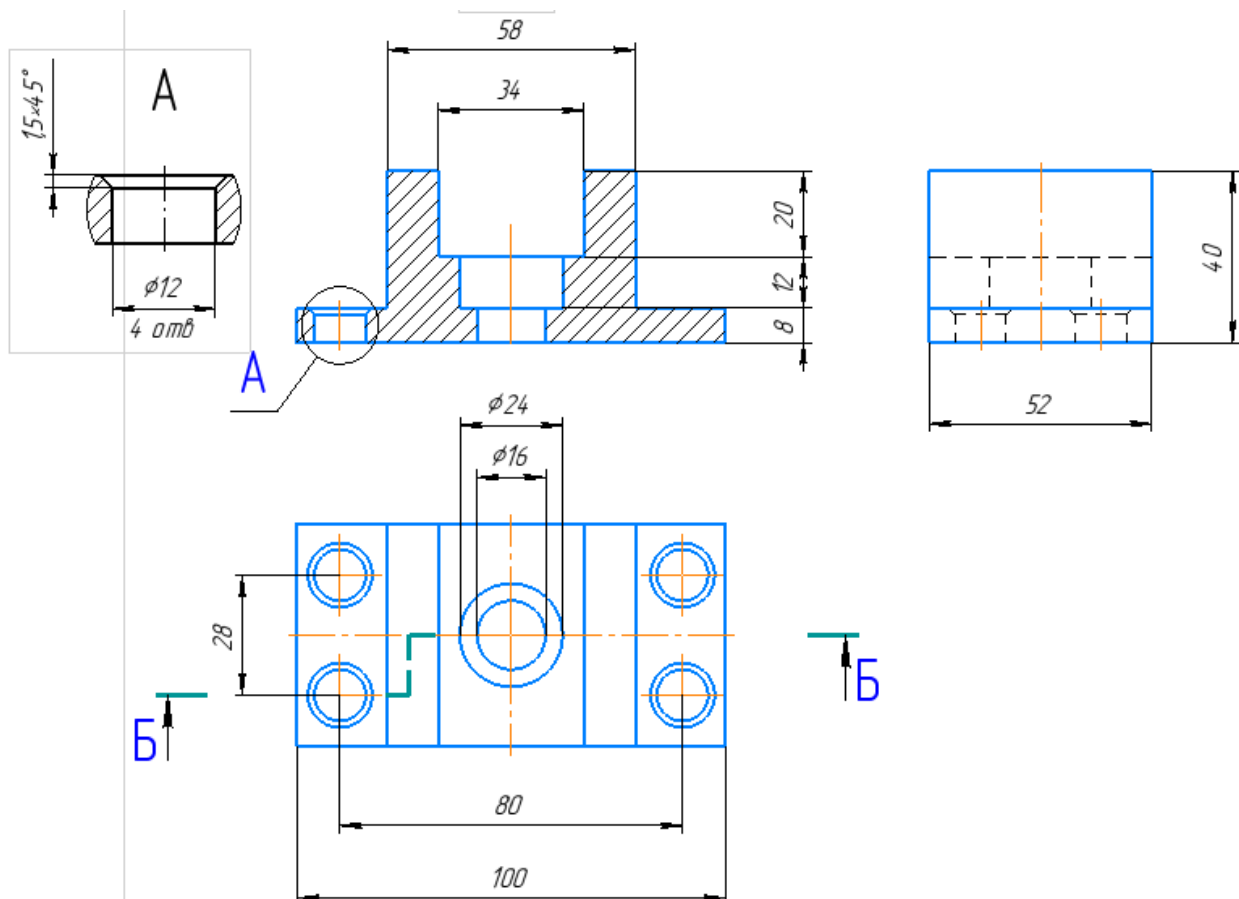

Рисунок 37.
1. На листе формата А3, М 1:1, построить чертеж: три вида, сложный разрез и выносной элемент (рисунок 37).